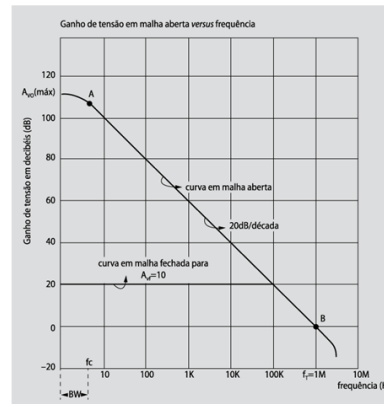

Fig. 1 – Resposta em Frequência do op amp 741
A fig. 1 mostra a resposta em frequência do op amp 741 em função do ganho da malha de realimentação.
1.1) Simule um amplificador inversor utilizando os op amps 741, 351 e 318, LM158, LT1022 e TL081. Determine a frequência de transição ( $f_T$ ) desses op amps gerando um gráfico semelhante ao mostrado na Fig. 1. Compare os valores da frequência de transição ( $f_T$ ) com os valores de datasheet destes op amps.